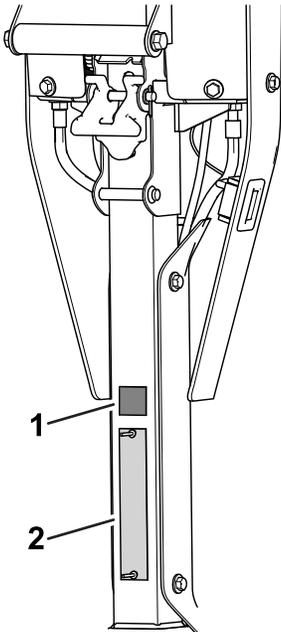

Figura 10
- Montate l'adesivo CE/UKCA sulla piastra con il numero di serie (Figura 10).